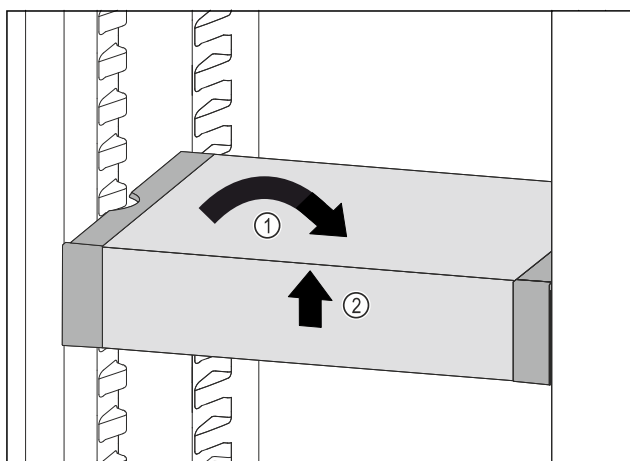

Fig. 94
- ▶ Установите VarioSafe прямо. Fig. 94 (1)
- ▶ Приподнимите VarioSafe спереди. Fig. 94 (2)